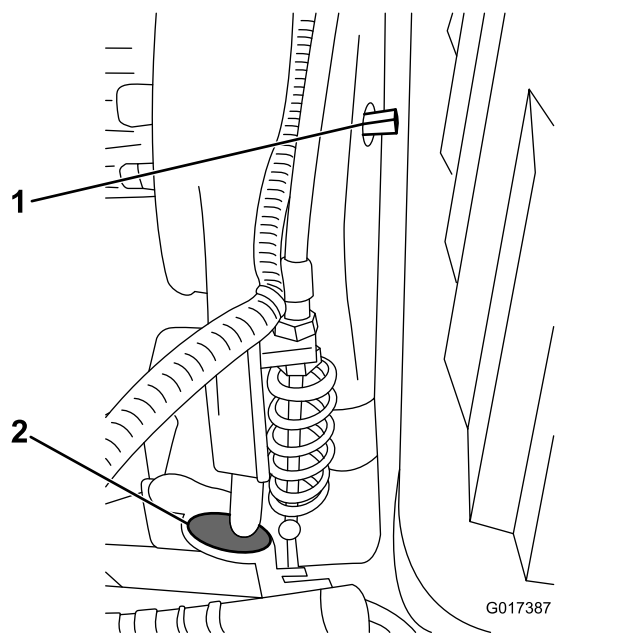
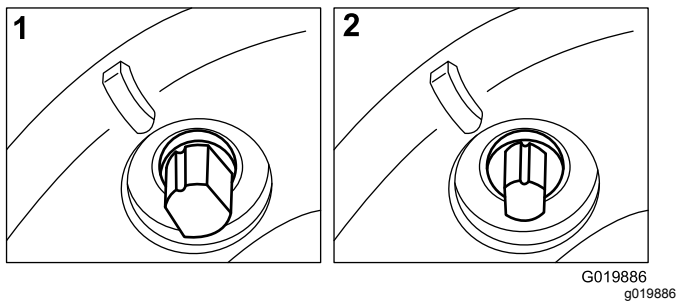

Figure 47
Figure 48
Retirez l'obturateur en caoutchouc (Figure 47) qui occupe le trou à l'avant de la transmission si l'accès à l'embrayage de cylindre est requis.
La courroie de transmission est tendue par une poulie rappelée par ressort. Pour engager/désengager la tension de la courroie, utilisez une clé de  $\frac{3}{8}$  pouce pour tourner l'arbre d'engagement/désengagement (Figure 47) à la position voulue. Tournez l'arbre de  $\frac{1}{4}$  de tour dans le sens horaire pour désengager la poulie de tension de la courroie (Figure 48).
**Remarque:** Retirez l'obturateur en caoutchouc (Figure 47) qui occupe le trou à l'avant de la transmission pour observer l'embrayage.